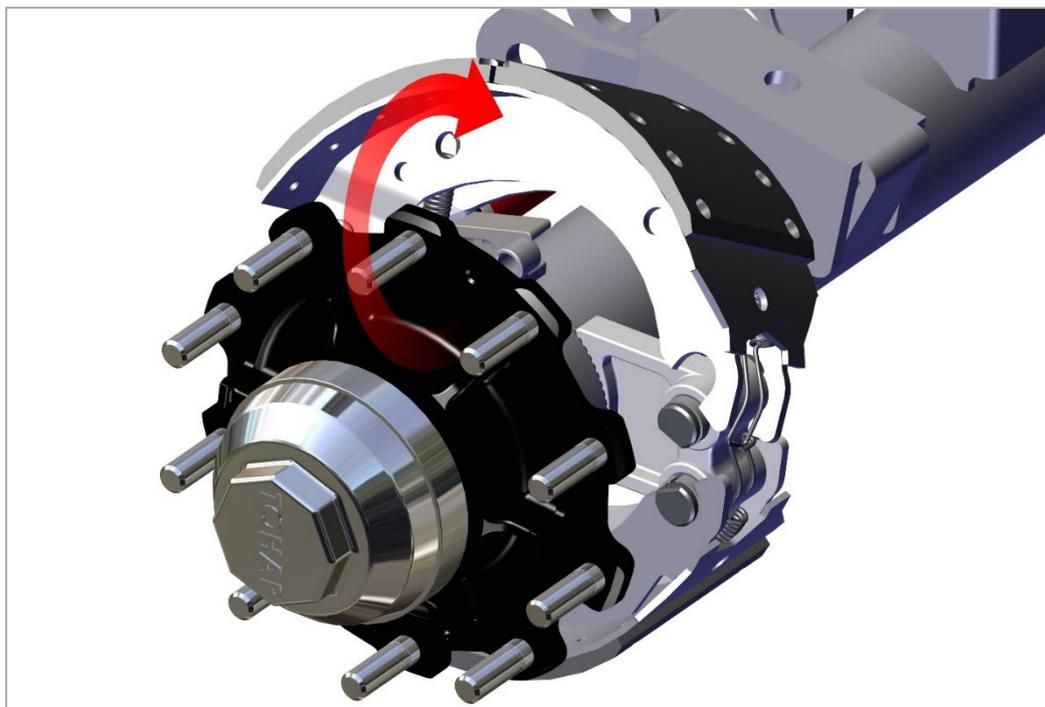

Рис. 15. Снятие тормозной колодки
4) Наклоните верхнюю тормозную колодку над кулачком и осью моста и снимите её, как показано на рис. 15.